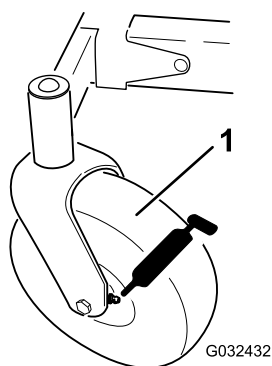

Figura 38
3. Limpe os bocais de lubrificação (Figura 38) com um pano.
4. Ligue uma pistola de massa lubrificante a cada bocal (Figura 38).